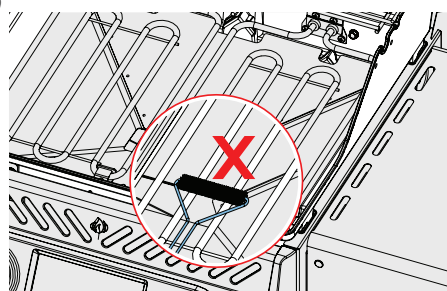

Abb. 5
- !** **WICHTIG!** Verwenden Sie keine Bürsten zur Reinigung der elektrischen Brenner. Die Borsten könnten die Brenner beschädigen. Nutzen Sie den **Reinigungsmodus**, um Rückstände von den elektrischen Brennern zu verbrennen. (Abb. 5)